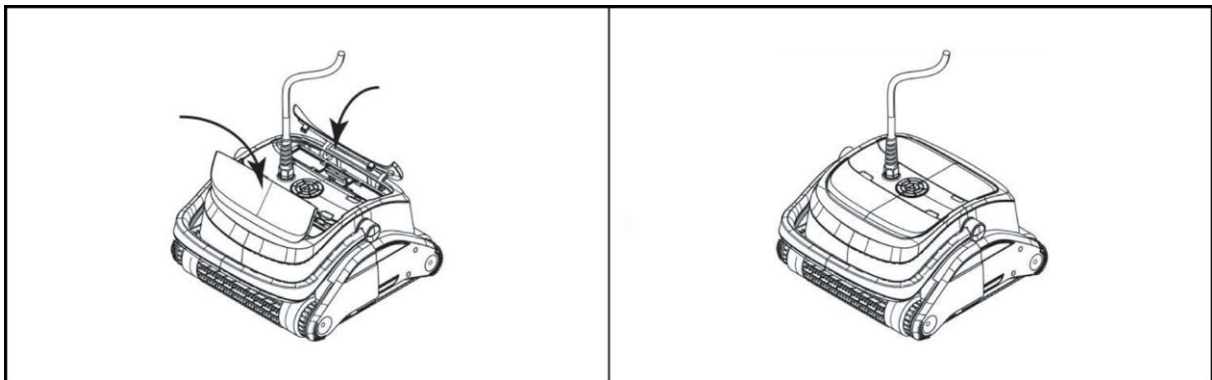

Fig. 7
- Remonter l'appareil en procédant dans l'ordre inverse afin qu'il soit de nouveau prêt à l'emploi (Fig. 7).